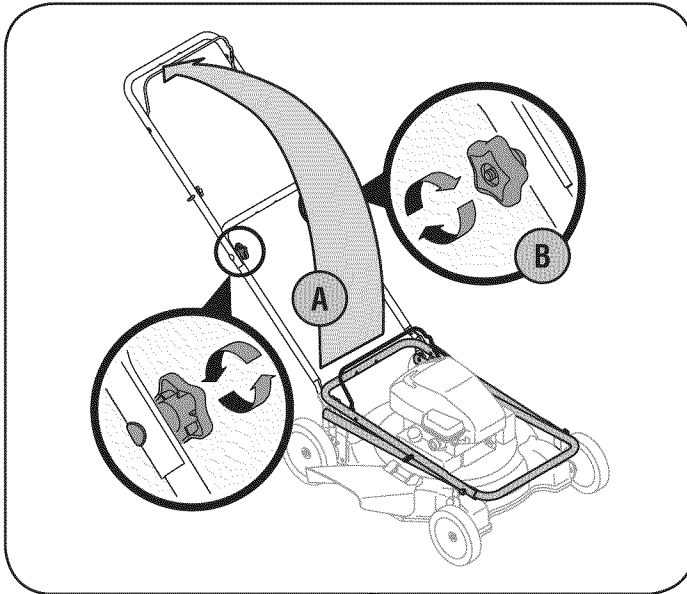

Figura 2
- A. Levante la manija superior desde su posición plegada y tire de la misma hasta la posición extendida siguiendo la flecha en la Figura 2. La manija debe hacer clic cuando esté en su posición.